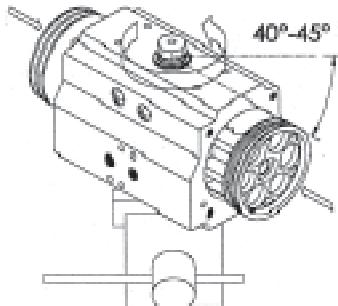
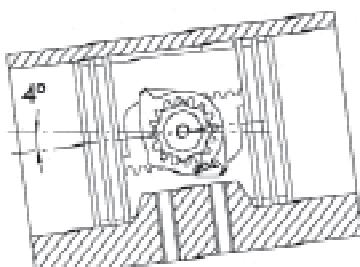

Fig. 22a
Fig. 23
- Pour un montage en rotation standard (fermeture en sens horaire), tourner le corps (29) de 40° à 45° en sens anti-horaire en vue du dessous ou en sens horaire en vue du dessus car c'est fonction de la façon dont l'actionneur a été monté à l'étau comme indique figure 22a et 22b.
- Pousser les deux pistons (25) simultanément dans le corps (29) jusqu'à ce que les dentures soient engagées. Tourner le corps en sens horaire en vue du dessous ou en sens anti-horaire en vue du dessus jusqu'à ce que la course soit intégralement faite.
- Les pistons entièrement fermes, s'assurer que la rotation par rapport à l'axe du corps est de 4° de plus que la référence 0° comme indique figure 23.